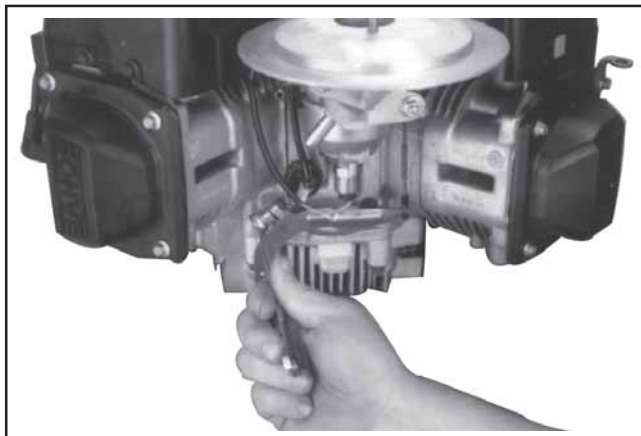

Figure 9-16. Dépose du levier du régulateur.
1. Desserrer l'écrou hexagonal à brides et retirer le levier du régulateur de l'arbre intermédiaire. Voir la Figure 9-16. Laisser le levier attaché à la tringle de l'accélérateur.